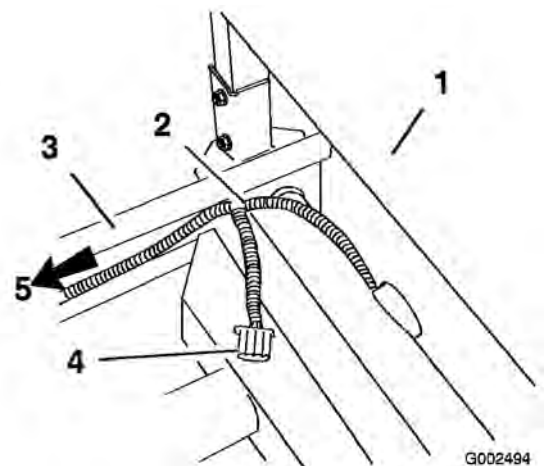

Figura 9
- Al carter del sistema di protezione antibaltamento, dietro il sedile, inflatelo il cablaggio preassemblato da sotto il sedile verso l'alto, sopra il telaio. Verificate che la presa di alimentazione dell'irroratrice non si trovi sotto il veicolo (Figura 9).
12. Inserite il cablaggio preassemblato lungo il telaio sinistro e indietro al sensore di velocità con il cablaggio esistente (Figura 9).